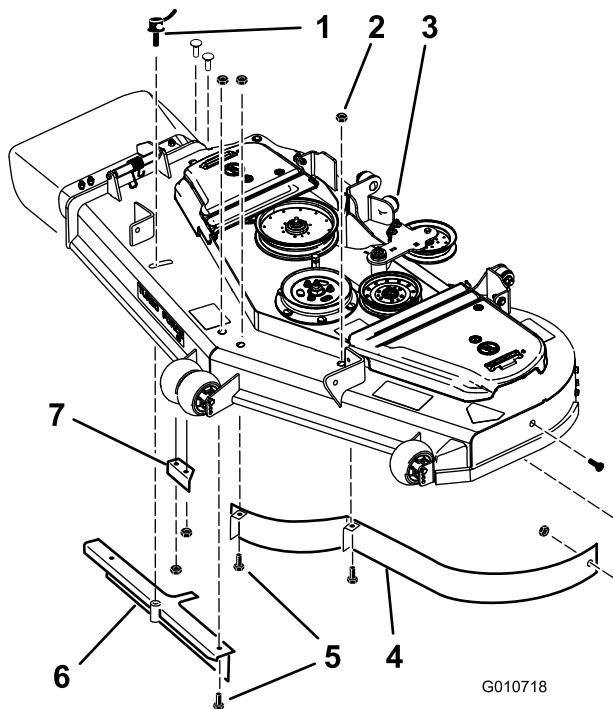
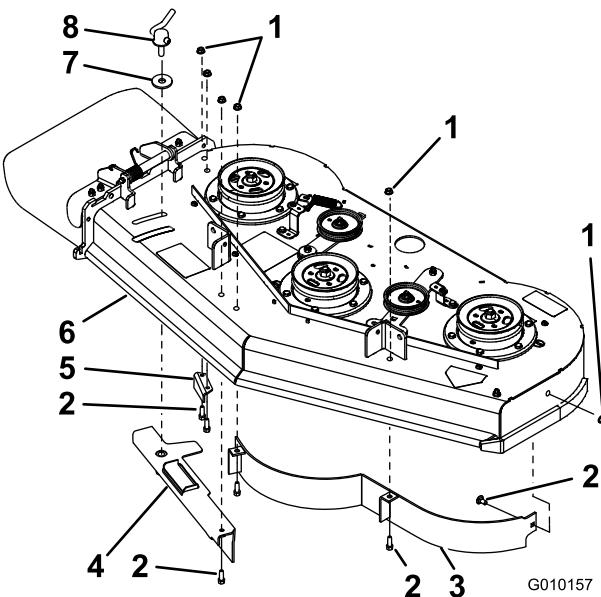

Figura 5
Figura 6
1. Retire las tuercas con arandela prensada que sujetan en su sitio los deflectores (Figura 5 o Figura 6).
2. Retire el bloqueo de leva y la arandela desenroscándolos del deflector de flujo ajustable (Figura 5 o Figura 6).
3. Retire los seis pernos que sujetan los deflectores en su sitio (Figura 5 o Figura 6).
4. Despues de retirar el deflector de descarga, vuelva a instalar las tuercas y los pernos en la carcasa de corte (Figura 5).